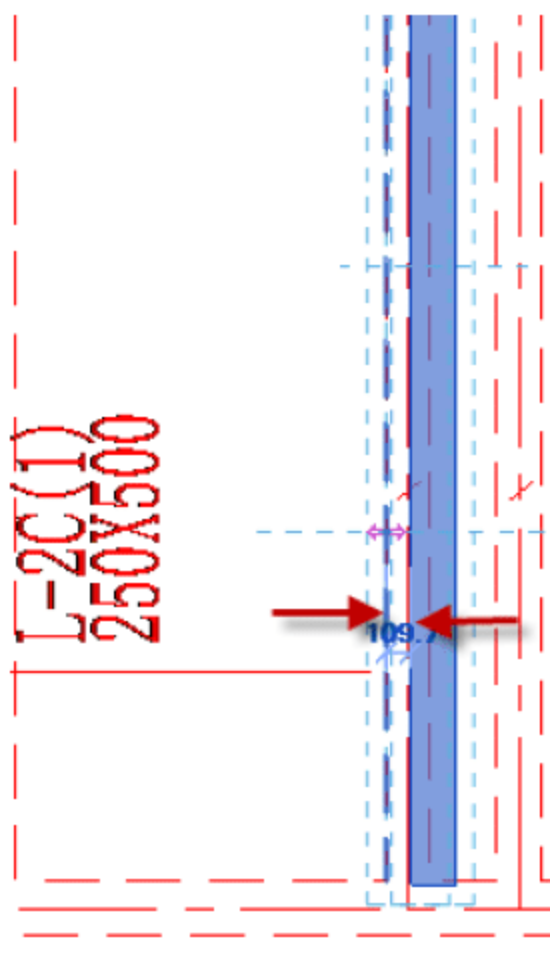

图 4.2.91 调整矩形梁的位置
(16) 调整矩形梁 L-2C 的位置, 选中矩形梁 L-2C, 按快捷键 M+V, 移动矩形梁的位置, 使其与梁线对齐, 如图 4.2.91 所示。